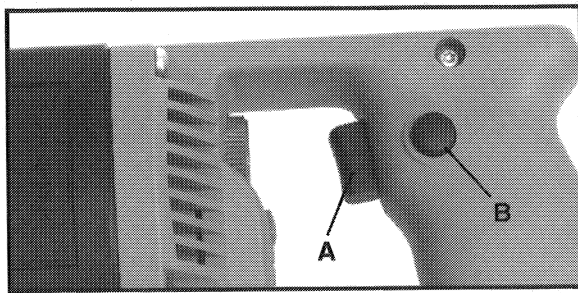

Fig. 1
3. Apriete el interruptor gatillo (A), Fig. 1, para arrancar el motor. Suelte el gatillo para detener el motor.
4. **BOTÓN DE FIJACIÓN.** Se proporciona un botón de fijación (B) Fig. 1, para mantener en marcha el motor sin tener que sujetar el interruptor gatillo en la posición de encendido ("ON").